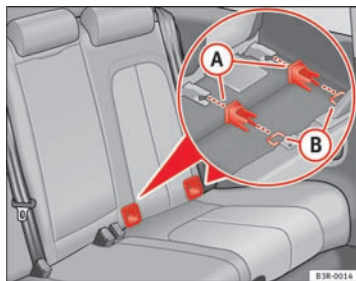

Fig. 32 Position des fixations ISOFIX du siège arrière latéral
- Réglez les guides en plastique des fixations ISOFIX du véhicule se trouvant entre le dossier et l'assise du siège ⇒ fig. 32.